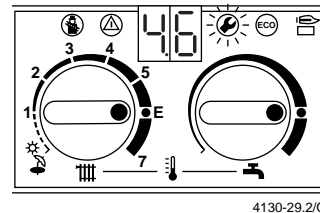

Figura 49
- Após largar a tecla de serviço aparece durante 5 segundos p. ex. „4.6“, depois „00.“ ou „01.“ e a tecla acende (figura 49).